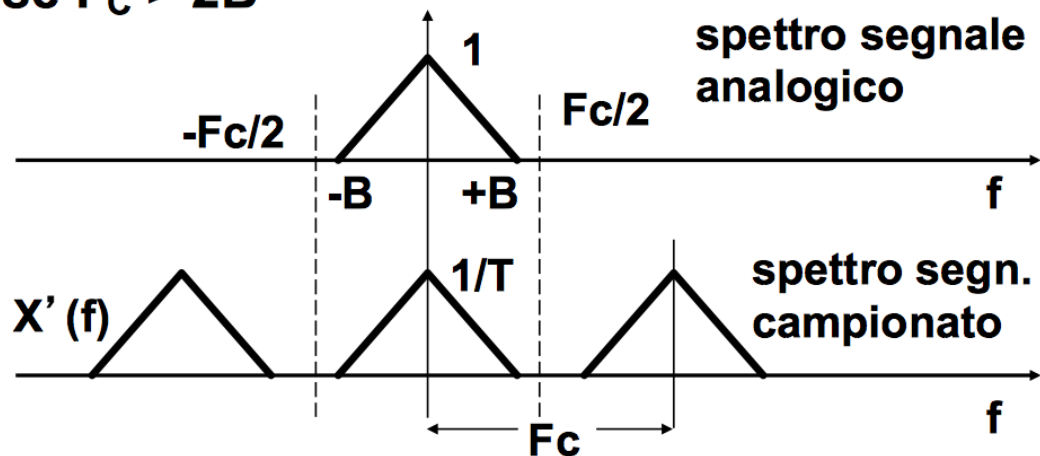
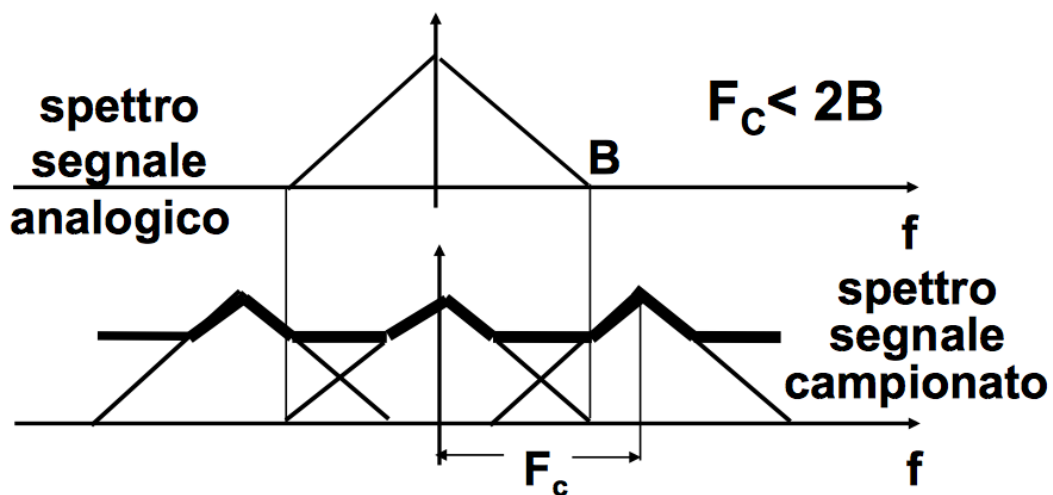

Figura 2: Teorema di Shannon rispettato
Figura 3: Teorema di Shannon NON rispettato
**Aliasing** Esso è un fenomeno direttamente correlato al campionamento infatti esso introduce una periodicizzazione dello spettro del segnale, con periodo pari alla frequenza di campionamento  $F_C$ . Fin tanto che  $F_C > 2B$  non abbiamo sovrapposizione di questi alias e possiamo tranquillamente separarli tramite un filtro passa basso (figura 2). Se invece questa condizione non viene rispettata gli alias si sovrapporranno portando ad uno spettro da cui non sarà più possibile ricostruire il segnale originario (figura 3).